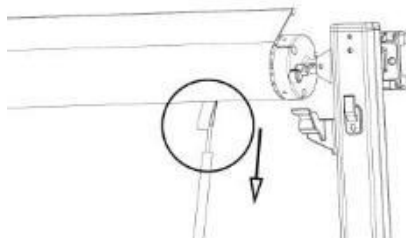

Figure D3
3. Plaats de trekwand over de rolband en trek het zonnescherm naar buiten. (Afbeelding D3)